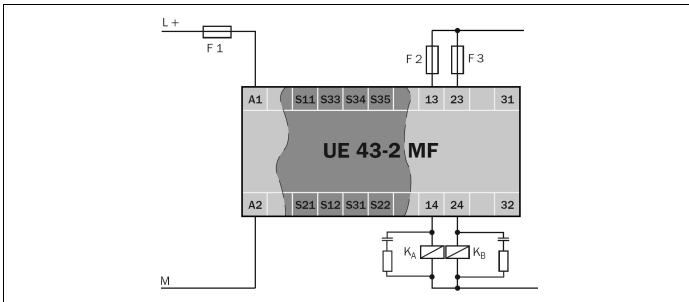

Abb. 2: Basisbeschaltung UE43-2MF
- Um das Verschweißen der Kontakte der eingebauten Relais zu verhindern, ist eine Überstromschutzeinrichtung, Kurzschlusschutz (Betriebsklasse gG) nach der entsprechenden Gebrauchskategorie zu wählen und in die Freigabestrompfade einzubinden (siehe Abb. 2, Sicherung F2/F3).